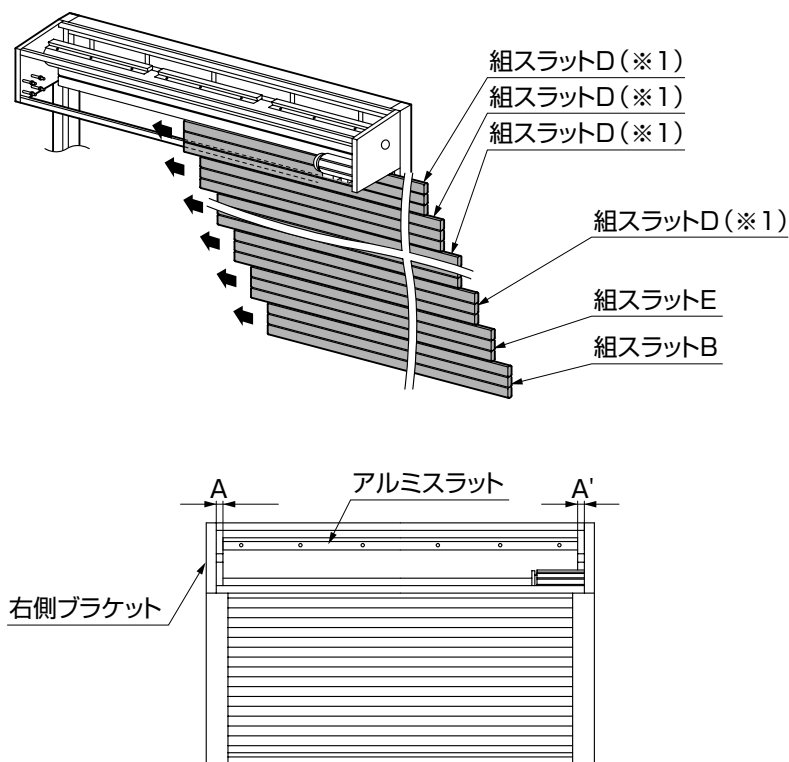

図6-1
⑥アルミスラット端部とブラケットのすき間A-A'が左右均等になるように調整後、「吊元固定ボルト」を締めこんでください。(図6-1 参照)